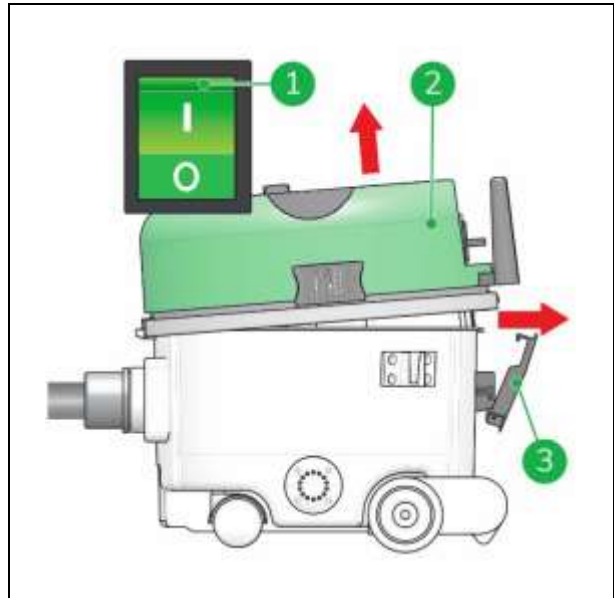

Figure 9
1. Éteignez l' Dry Plus à l'aide de l'interrupteur principal (fig. 9, pos. 1).
2. Libérez le loquet (fig. 9, pos. 3).
3. Soulevez le capot (fig. 9, pos. 2) sous le rebord gris, sur le côté du loquet.